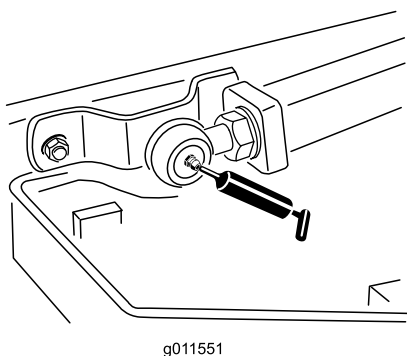

Figura 85
- Rótulas de los brazos de elevación (2) (Figura 85)